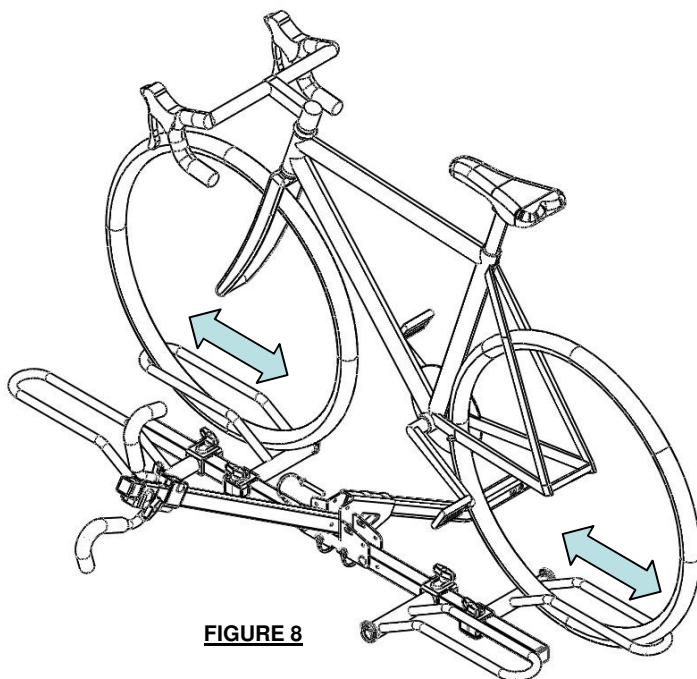

FIGURE 8
2. Cargue la bicicleta dentro de las bases de las ruedas. Ajuste las bases a la posición apropiada. Asegure que la llanta esté bien apoyada en ambos extremos de las bases de la rueda. Apriete las bases para impedir el movimiento. (Fig 8)
2. Charger le vélo sur les berceaux de roue. Régler les berceaux à la position appropriée. S'assurer que le pneu est bien supporté aux deux extrémités des berceaux de roue. Serrer les berceaux pour prévenir tout mouvement. (Fig. 8)